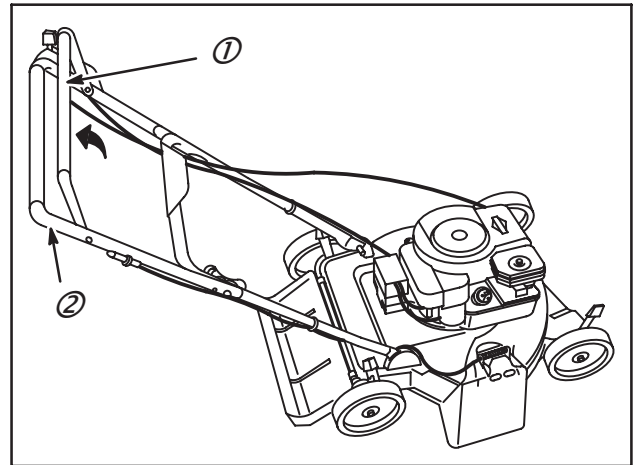
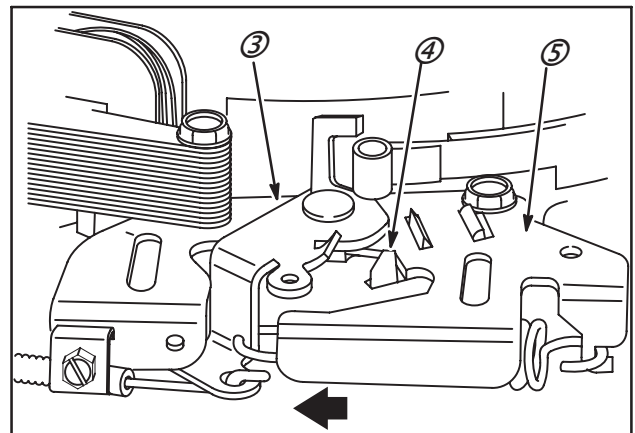

Fig. 23
Fig. 24
Déplacer le levier de commande à l'opposé du contact d'arrêt à l'aide du levier de sécurité (1) illustré sur la poignée (2) à la Fig. 23 ou du levier de commande (3) qui se trouve au niveau du moteur dans le sens indiqué à la Fig. 24.
- Prendre le multimètre numérique **Réf. : 19464**, le calibrer en Ohms (Ω) et connecter un des fils du contrôleur à la masse du moteur, l'autre fil au clip de maintien. Déplacer le levier de commande en position marche Fig. 24.
NOTE : Sur les moteurs à System 2® et System 4®, actionner le levier de sécurité (levier au guidon) pour écarter le levier de commande du contact d'arrêt (4), Fig. 24, 28 et 29.